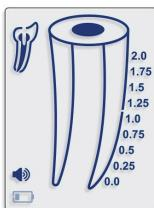

Fig. 2
- 5.2.2. Quando o nível da bateria estiver baixo, o indicador de bateria fraca aparecerá na tela (Fig. 2). O Endo-Eze™ Find® continuará a funcionar normalmente mesmo com a bateria fraca, mas a bateria deve ser substituída antes de perder toda a sua potência.